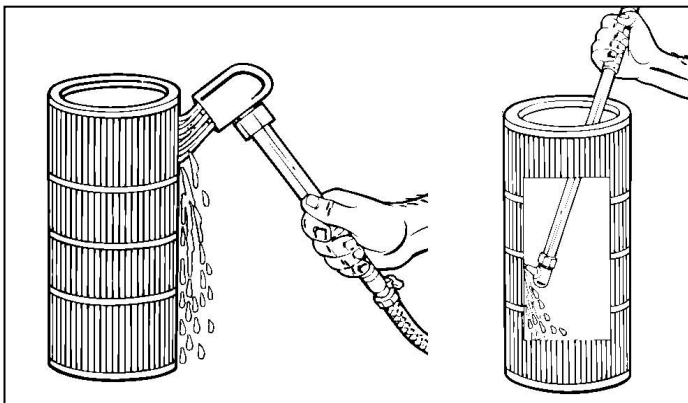

Bild 10 - Reinigen der Patrone
1. Setzen Sie die neue oder gereinigte Filterpatrone ein. Prüfen Sie, ob sie mittig und bündig an ihrem Platz sitzt (6. / Bild 10).
2. Sicherungsring per Hand im Uhrzeigersinn anziehen (Bild 10).